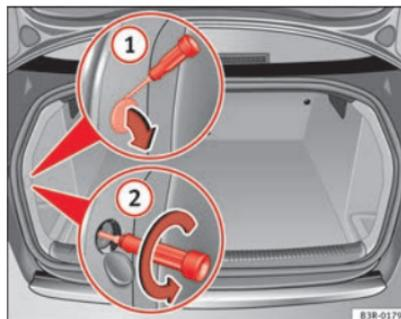
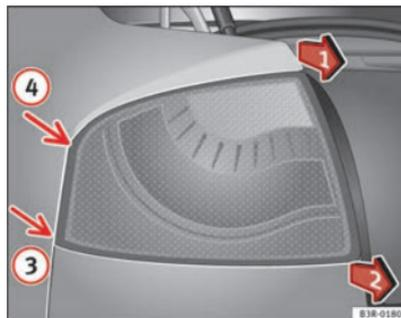

Fig. 210 Maletero: Posición del tornillo de fijación para la unidad de luz trasera
Fig. 211 Desmontar la unidad de luz trasera en la aleta
- Retire la cubierta haciendo palanca con el lado plano de un destornillador en el rebaje ⇒ fig. 210 ①.
- Desenrosca el tornillo que hay detrás con un destornillador (flecha) ②.
- Tire de la unidad de luz trasera a uno y otro lado (en la dirección de las flechas) ⇒ fig. 211 posiciones ① y ② hasta que salga de su alojamiento (posiciones ③ y ④).